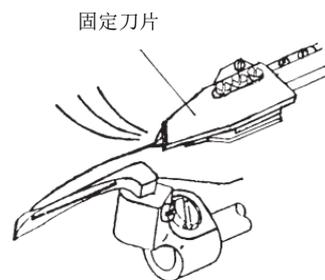

Fig.33-4
4. 针线及下勾针线由活动刀片拉回与固定刀切断, 针线切断后自然脱落, 下勾针线靠下勾针一端线头须稳稳夹住于切刀。(图 33-4)